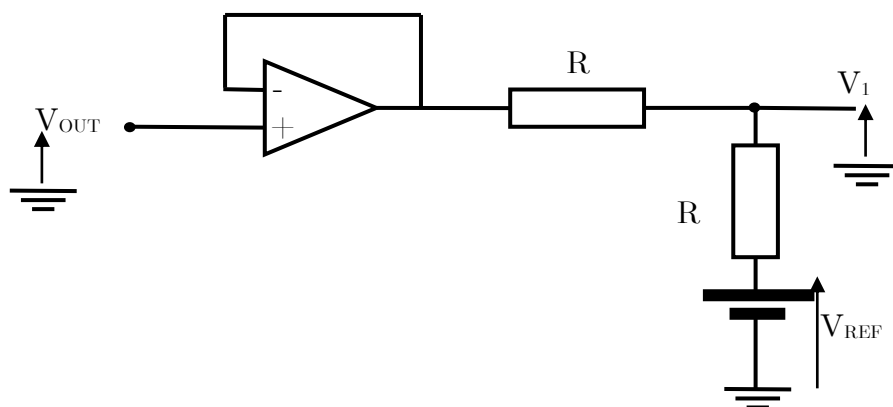

Figure 4
Q2/ A partir de la figure 4, établir la relation entre V_2 et V_1 .
- l'impédance de sortie du montage de la figure 4 (montage non inverseur) est nulle, le fait de brancher R_{REF} , R_{TD} , etc sur la sortie ne change pas le comportement du montage, il se comporte comme à vide.